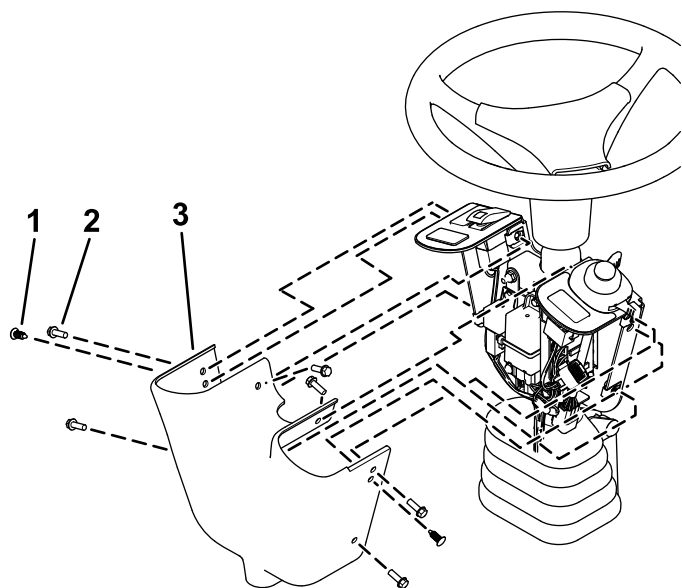

Figure 10
14. Fixez le couvercle des commandes sur le support de commutateur à l'aide de 2 rivets poussoirs et de 6 vis à tête hexagonale ($\frac{1}{4}$ " x $\frac{3}{4}$ "), comme montré à la Figure 10.